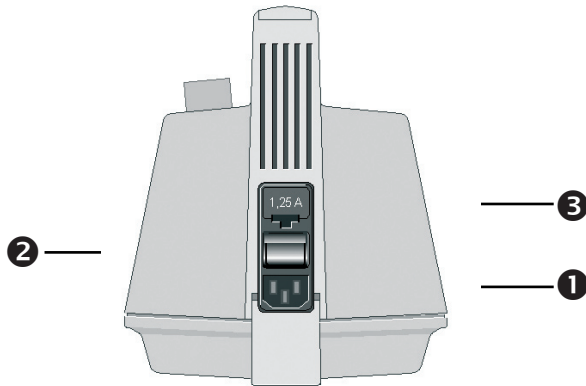

Bild 2. Rückseite ATMOS LC 16
- Stecken Sie das Netzkabel in die Netzanschlussbuchse (①, Bild 2) und verbinden Sie den Netzstecker mit der hausseitigen Netzanschlussdose.
- Mit dem Netzschalter (②, Bild 2) können Sie das Gerät in Betrieb nehmen.
### Sicherungswechsel (Bild 2)